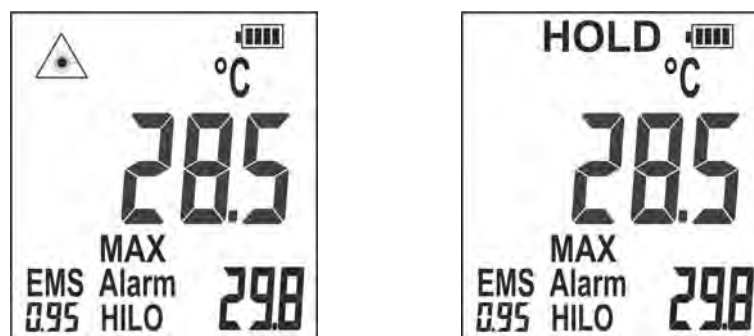

Fig. 18: Affichage des valeurs mesurées
7. Relâcher la gâchette pour arrêter la mesure et figer la dernière valeur. Le symbole "▲" disparaît et le message "HOLD" s'affiche à l'écran (voir Fig. 18).